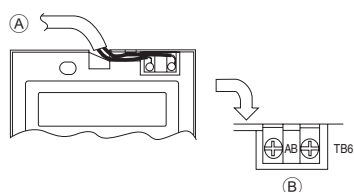

Fig. 6-4
2) Procedimientos de conexión (Fig. 6-4)